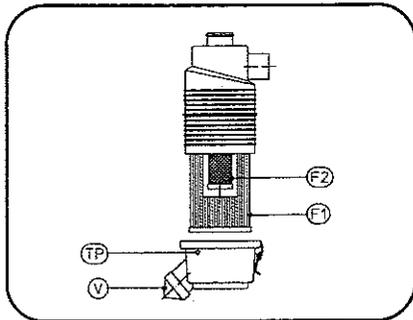
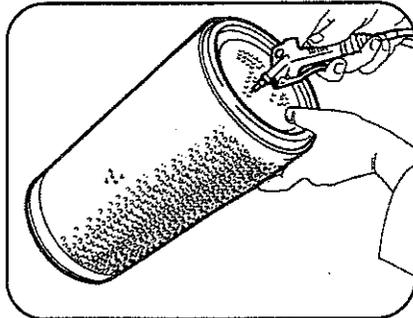

Fig. 8
Fig. 9
- 2) Prestar atención especial al filtro de aire. Presionar la válvula de evacuación V para sacar el polvo acumulado en el interior y limpiar todo el exterior, especialmente la boca de aspiración. (Fig. 8).
- 3) Comprobar el nivel de aceite hidráulico mediante la varilla del nivel (19) F, si es necesario, añadir el correspondiente aceite.
- 2) Limpiar el filtro de aire (Fig. 8) Antes de soltar la tapa TP, presionar la válvula V para sacar el polvo acumulado. Desmontar la tapa TP y sacar los filtros F1 y F2 y limpiarlos con aire a presión (Fig. 9). Limpiar el interior del cuerpo del filtro y todo el exterior. Cada 5 limpiezas SUSTITUIR los elementos filtro F1 y F2. Al realizar el montaje asegurarse del correcto encaje de la tapa TP.